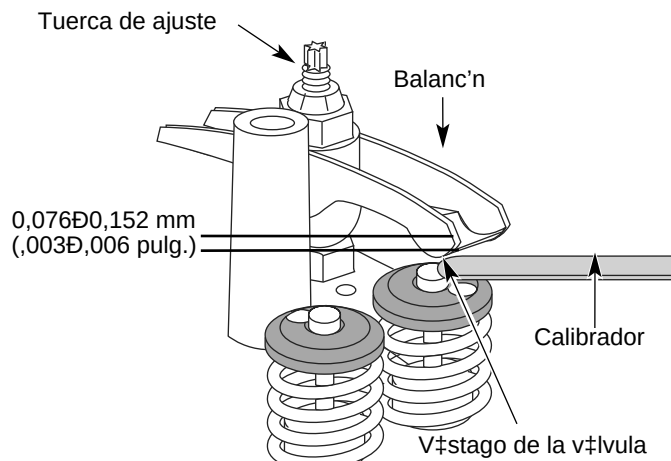

Fig. 39
- a. Gire la tuerca de ajuste con una llave de 8 mm (5/16 pulgadas) o una llave de tuercas (Fig. 39).